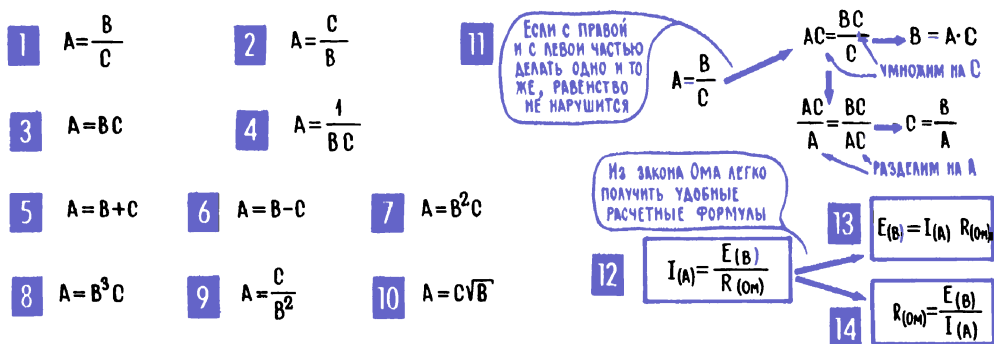

Рис. 4.2. Некоторые математические зависимости и преобразования закона Ома
На рис. 4.2 приведено несколько возможных зависимостей между тремя величинами, обозначенными буквами A , B и C . Зависимость 1 – точная копия закона Ома: A возрастает с увеличением B и падает с увеличением C . В зависимости 2 все наоборот: величина C уже старается увеличить величину A , а величина B старается ее уменьшить. Зависимость 3 говорит о том, что A совершенно одинаково зависит от B и C , причем с увеличением любой из них A тоже увеличивается. В зависимости 4 обе величины, B и C , тоже одинаково влияют на A , но, в отличие от предыдущего примера, обе они стоят в знаменателе, и поэтому с ростом B и C величина A уменьшается.
3. Из закона Ома можно получить две удобные расчетные формулы: для вычисления ЭДС и сопротивления цепи. На рис. 4.2; 11 приведены примеры применения нашего «самодельного» правила для преобразования
формул. Пользуясь этим же правилом, можно из формулы закона Ома (рис. 4.2; 12) получить две новые формулы (рис. 4.2; 13 и рис. 4.2; 14). Первая получается, если в формуле закона Ома обе части умножить на R , вторая – если обе части одновременно умножить на R и разделить на I . Обе эти формулы получены нами с помощью математических фокусов и физического смысла не имеют, их нельзя читать так, как первую, основную формулу закона Ома: «Ток в цепи зависит от...» и т. д. Действительно, было смешно прочитать вторую формулу так: «Электродвижущая сила зависит от сопротивления цепи...» Электродвижущая сила – это есть характеристика генератора, и от сопротивления цепи она никак не зависит. Но, несмотря на все это, полученные нами из закона Ома две новые формулы очень полезны. Это расчетные формулы, которые позволяют при необходимости подсчитать неизвестную ЭДС E по известным I и R или подсчитать неизвестное сопротивление R по известным E и I .